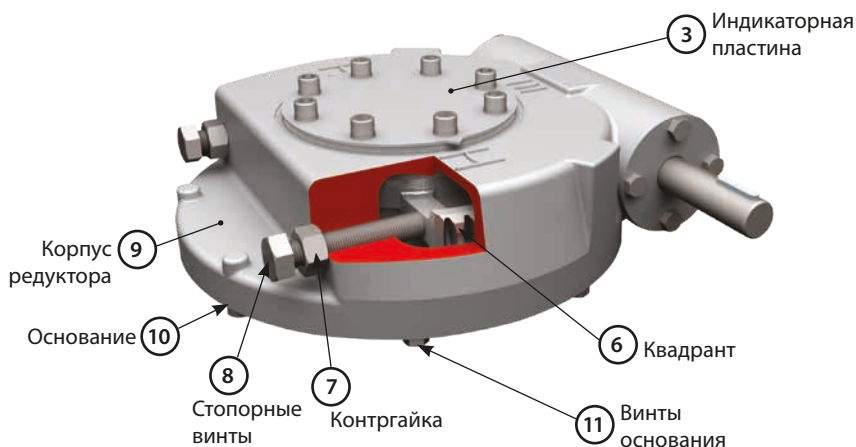

Рисунок 6 – Настройка стопорных болтов
Закреть арматуру, используя привод, если это применимо. Как указано на Рис. 6, использовать указатель индикаторной пластины (3) как указатель положения.